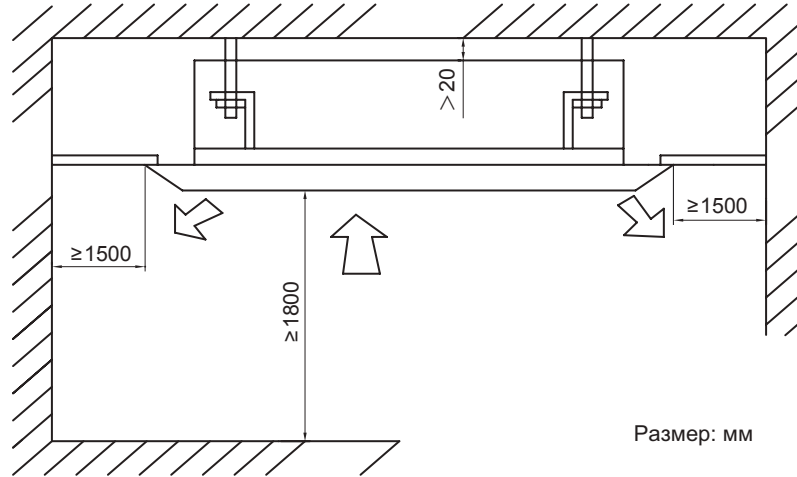

Рис. 11.17.
11.5.2. На рис. 11.17. указаны минимальные допустимые расстояния от 4х-поточного кассетного блока(обычного или компактного) до ограждающих конструкций.